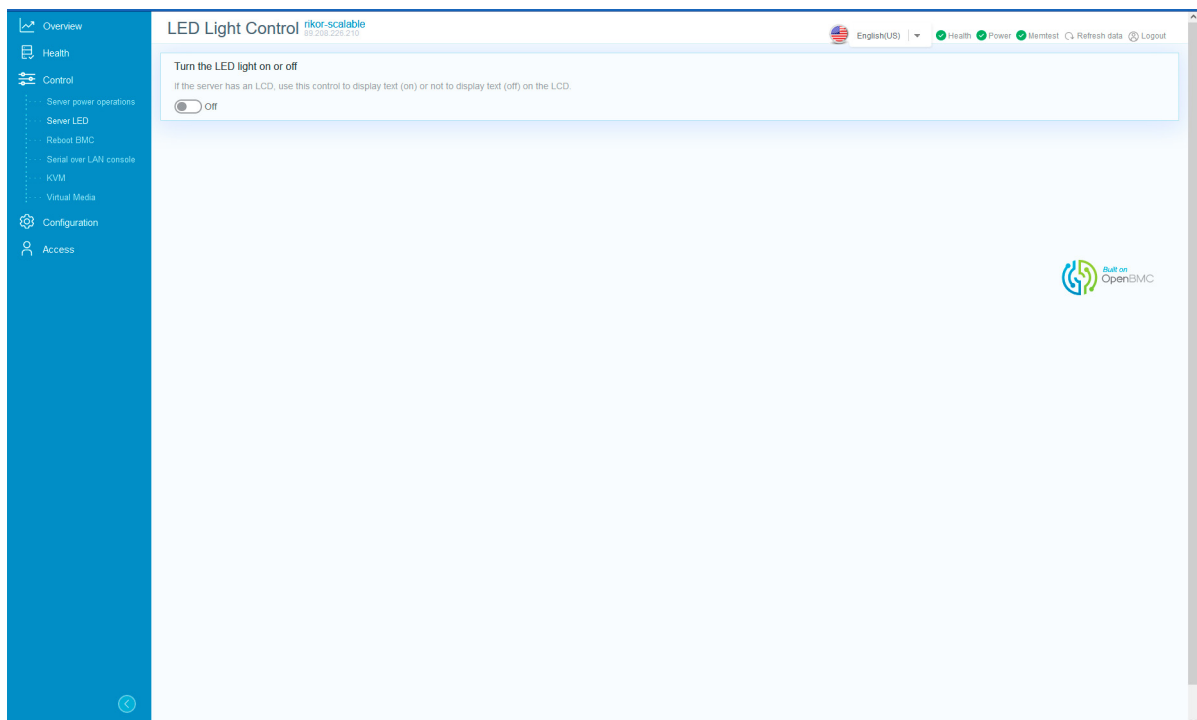

Рис. 69. Окно «Server LED»
- 3) Пройдите во вкладку «Control» → «Server LED» в данной вкладке осуществляется управление светодиодом идентификации сервера в серверной стойке. В поле «Turn the LED light on or off» установите переключатель в активное положение чтобы включить светодиод индикации сервера. Окно показано на рис. 69 Окно «Server LED»